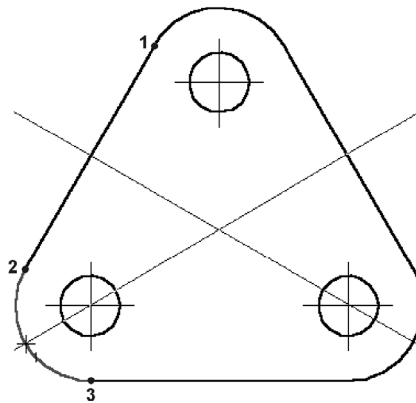

Рис. 27.4. Определение центра окружности
- 8.3. Нажмите клавишу <Enter> для фиксации точки (рис. 27.4).